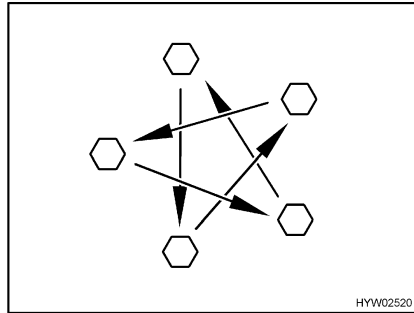

Bild 297 Radmuttern oder Radschrauben über Kreuz anziehen
- Radmuttern oder Radschrauben regelmäßig auf festen Sitz prüfen. Radmuttern oder Radschrauben eines ausgewechselten Rades nach 50 km nachziehen (Bild 297). Anziehdrehmoment siehe Abschnitt 14.5.2.
- Wenn neue oder neu lackierte Felgen verwendet werden, die Radmuttern oder Radschrauben zusätzlich nach ca. 1000 bis 5000 km nachziehen (Bild 297).
- ▷ Radmuttern oder Radschrauben über Kreuz anziehen (Bild 297).